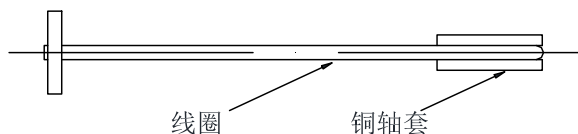
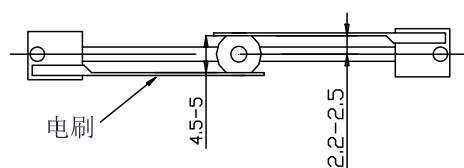

图2 线圈与铜轴套应在同一平面内
图3 电刷校正参考尺寸
1、仪器在做电动实验时如线圈不能转动，且在调高“电动转速”无效的情况下，拨动线圈，看线圈底部电流指向灯是否发光。如指向灯不发光，可能是电刷与换向片接触不良，这时需小心拨下整流器，拿出线圈，看看线圈两侧边与中心铜轴套是否在同一平面内，校正时要小心进行。将线圈两电刷间距调整到 $4.5-5\text{mm}$ ，且电刷至轴心间距大致相等（检查及校正图见图 2、图 3）。